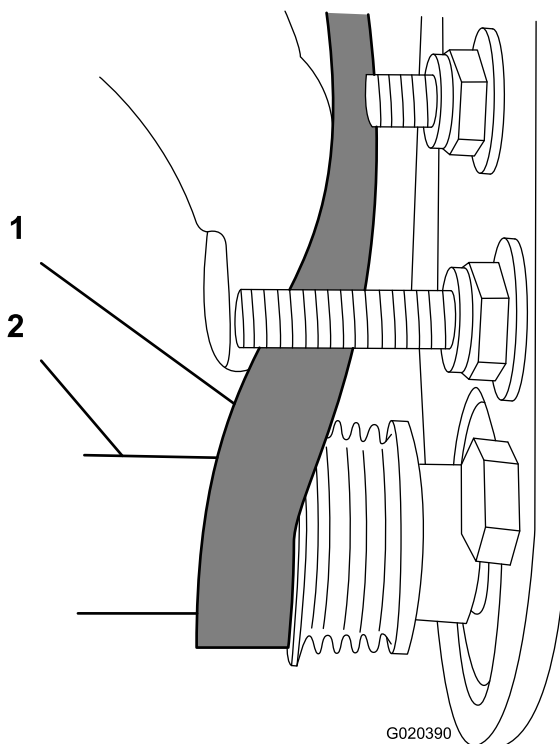

Figura 27
- C. Utilizzate una chiave a tubo di profondità da 9/16" per ruotare il gruppo spazzola e guidare la cinghia sulla puleggia condotta (Figura 27).